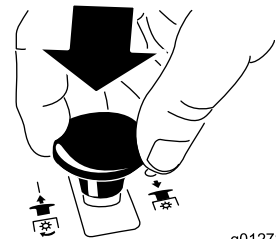

Figura 11
- Premete l'interruttore di comando delle lame (PDF) portandolo in posizione "Off" (spento) (Figura 11).